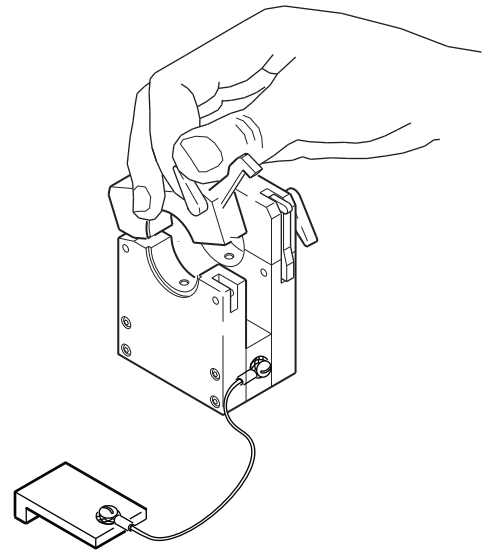

図12：フィクスチャー・ブロックを開く
1. 両方のレバーを外してチューブ用フィクスチャー・ブロックを開きます。図12をご参照ください。